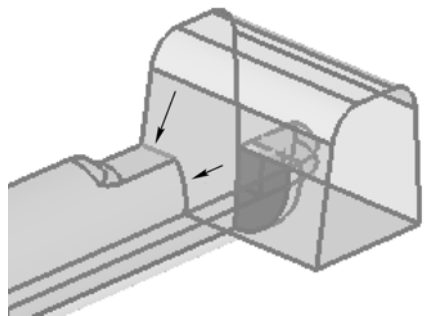
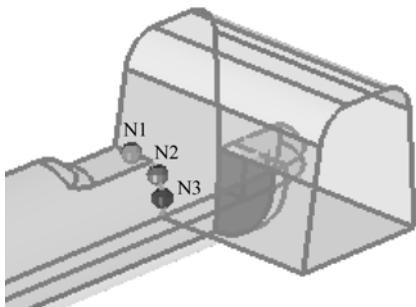

图 5-13 选择边线位置
图 5-14 选择节点
- (3) 将平面选择器设置为 N1、N2、N3。
(4) 激活 N1 选择器，按住鼠标左键不放，移动鼠标到下图两边线中靠上的一条，此时边线高亮显示，如图 5-13 所示。
(5) 释放鼠标左键，在此边中点处再单击左键，一个绿色的临时节点将出现在边的中点处，同时平面选择器节点 N2 被激活。
(6) 以同样的方法激活靠下的边线，然后在边线上选择两个节点，如图 5-14 所示。